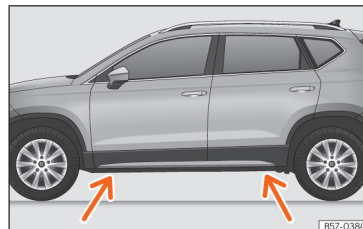

Abb. 38 Aufnahmepunkte für den Wagenheber.
- Suchen Sie am Längsträger die Markierung des Aufnahmepunktes für den Wagenheber (Eindrückung), die dem zu wechselnden Rad am nächsten liegt » **Abb. 38.**